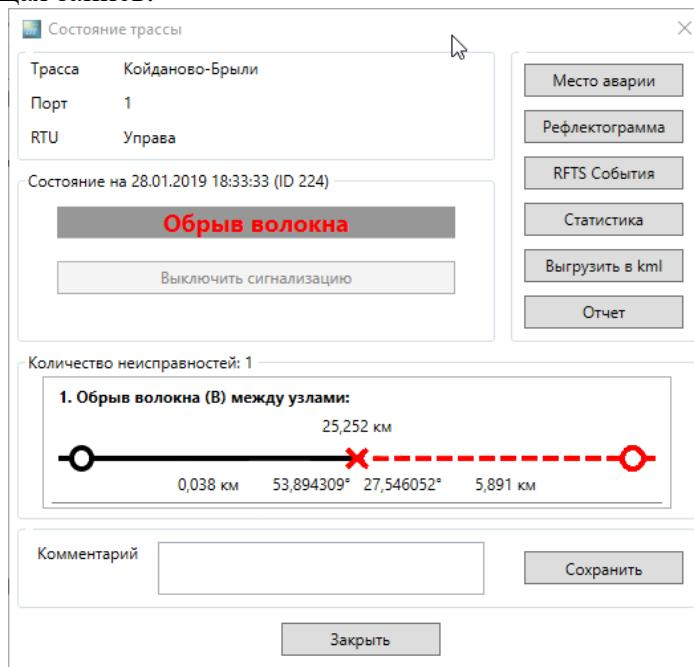

Рисунок 9-2. Пример результата точного мониторинга
3. В результате измерения будет выдано окно с сообщением о состоянии трассы (например, Рисунок 9-2). Данное сообщение появится только на рабочем месте оператора, где было запущено измерение. Вкладке «Оптические события» появится соответствующая запись.